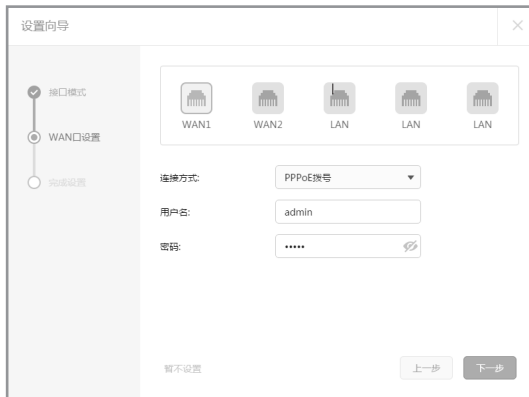

图4-4 上网方式--PPPoE
1) 如果上网方式为PPPoE, 即ADSL虚拟拨号方式, 则需要填写网络服务商提供的上网账号和密码, 如图4-4所示。